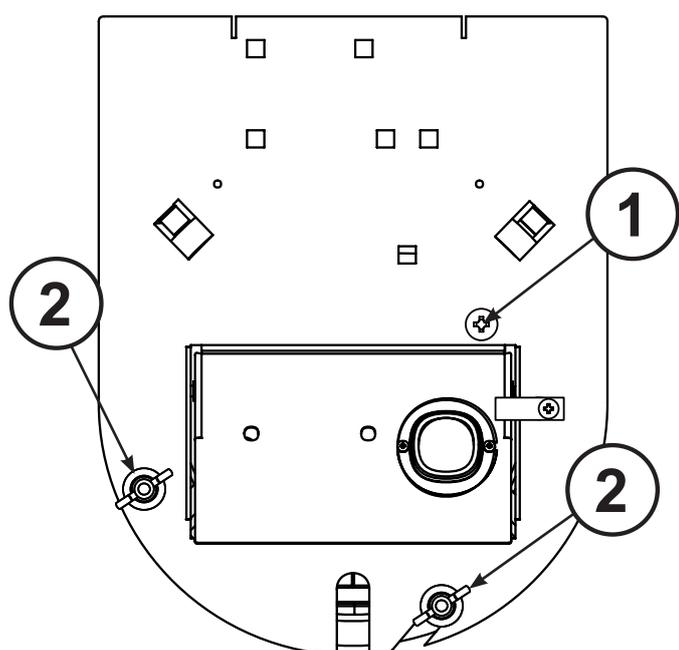

Fig.7.4 Détail du volet de réglage d'air
- 7) **Vérifier que la valeur de dépression lue sur le manomètre est comprise entre -2 et -3 mbar ($\pm 10\%$), avec le volet d'air à moitié ouvert** (pour régler l'ouverture du volet d'air, voir fig. 7.4, point 1, page 67). Si la dépression nécessaire n'est pas atteinte, arrêter le moteur (mettre la clé de la sonde à globe sur la position OFF ou baisser la température réglée sur le panneau de commande en dessous de la température ambiante) et régler le régime moteur via le paramètre F0-08 de l'onduleur (voir paragraphe 7.2.1, page 65) pour obtenir une dépression comprise entre -2 et -3 mbar ($\pm 10\%$).
- 13) Placer l'analyseur de contrôle de combustion dans le trou approprié à la base de la cheminée et régler l'air de combustion à travers la vis située sur le registre d'air (fig. 7.4, page 67).
Réglez l'ouverture du volet d'entrée d'air avec la vis (1), figure 7.4.
- 11) Vérifier que la valeur de dépression lue sur le manomètre est comprise entre -2 et -3 mbar ($\pm 10\%$), avec le volet d'air à moitié ouvert (pour régler l'ouverture du volet d'air, voir fig. 7.4, point 1, page 67). Si la dépression nécessaire n'est pas atteinte, arrêter le moteur (mettre la clé de la sonde à globe sur la position OFF ou baisser la température réglée sur le panneau de commande en dessous de la température ambiante) et régler le régime moteur via le paramètre F0-08 de l'onduleur (voir paragraphe 7.2.1, page 65) pour obtenir une dépression comprise entre -2 et -3 mbar ($\pm 10\%$).